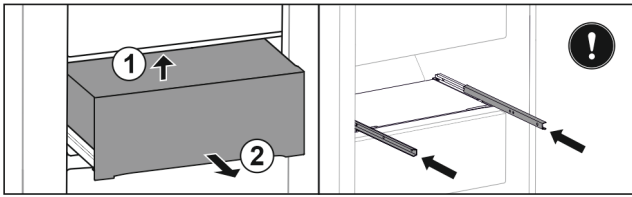

Fig. 148
- ▶ Підняти висувний ящик знизу назад. Fig. 148 (1)
- ▶ Вийняти висувний ящик рухом вперед. Fig. 148 (2)